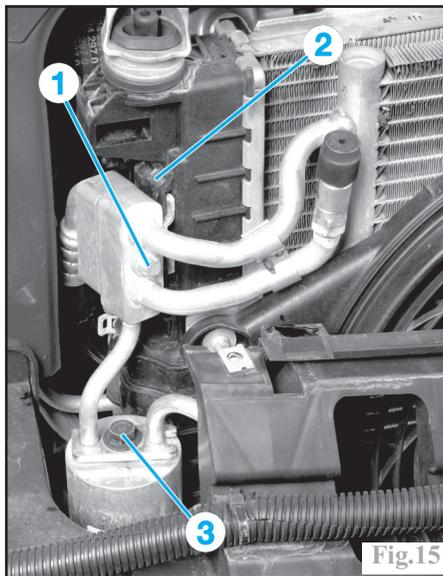

Fig.15
Vidanger le circuit frigorigène (voir opération concernée). Déposer le bouclier avant (voir opération concernée au chapitre "Carrosserie"). Dévisser le raccord supérieur droit (1) et le dégager de son support (2) (Fig.15).
-la vis du raccord de la cartouche déshydratante (3) (Fig.15).